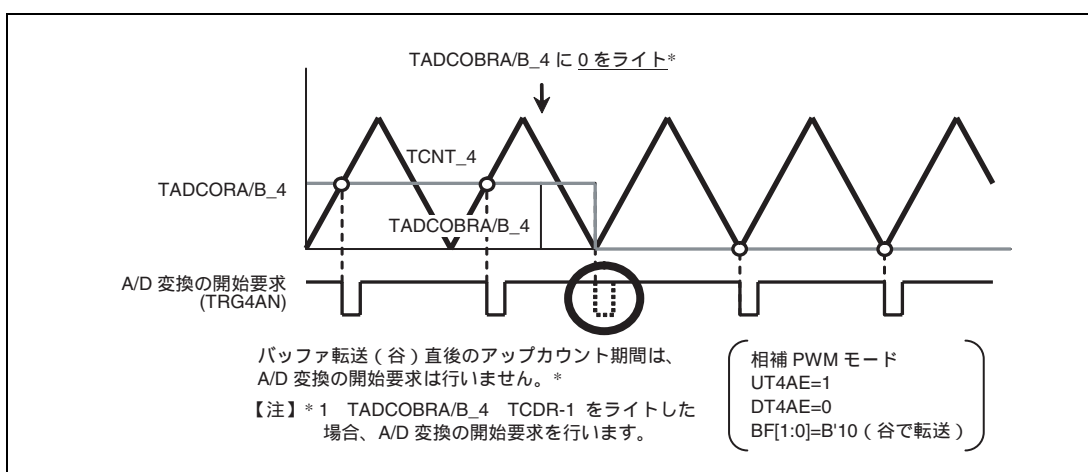

図 11.139 TADCOBRA/B_4 に 0 をライトした時の A/D 変換の開始要求
- TADCOBRA/B_4に0、かつ、TADCRのUT4AE、UT4BEビットに1を設定して、TCNT_4の谷でバッファ転送した時、転送直後のアップカウント期間についてはA/D変換の開始要求を行いません（図11.139）。